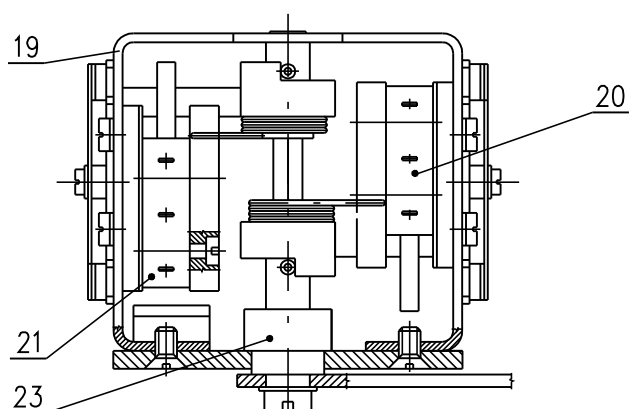

Рис.6 – Узель моментного диска
3. Освободить крепление рычагов на валу узла позиционирования и сигнализации с помощью гайки (83) таким образом, чтобы прижимная пружина еще поджимала.
4. Повращать рычажком (57) PO (S3) в направлении против хода часовой стрелки так, чтобы контакт путевого конечного выключателя (37) PO (S3) срабатывал (при этом слышится легкий щелчок), а на пульте управления появился сигнал для включения лампочки EL2 – “открыто”.
7. Повращать рычажком (56) PZ (S4) в направлении хода часовой стрелки так, чтобы срабатывал (легкий щелчок) контакт выключателя (39) PZ (S4). Этим обеспечивается сигнал на пульте управления и сигнальная лампочка EL1 – “закрывается” засветится.
8. Дополнительные сигнальные выключатели (39) SO (S5), (40) SZ (S6) настроить в соответствии со схемой подключения.
9. Зафиксировать положение рычажков узла позиционирования и сигнализации гайкой (83).
12. При регулировании моментного диска в положении “открыто” и “закрывается” необходимо руководствоваться паспортом, в котором имеется графа “регулирование крутящих моментов выключения”. Моментный диск имеет шкалы (интервалы) диапазонов крутящих моментов выключения в направлении “открывает” и “закрывает”. В рамках этих интервалов возможно регулирование моментного узла сегментами (87, 88) – грубое регулирование или винтами (84, 85) – тонкое регулирование – рис. 6.